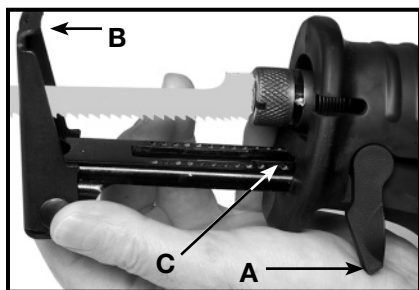
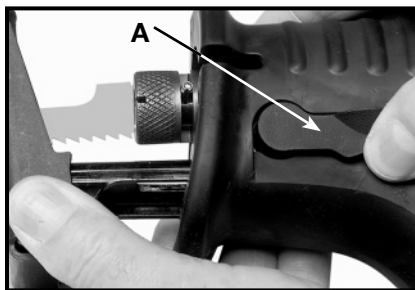

Fig. 12B
Fig. 12C
Quick-Change™ girando zapato de guía. Para ajustar, girar (A) Fig. 12B de palanca. liberar el girando zapato (B) de guía. Ajuste a la posición deseada y cierre palanca (A) Fig. 12C. El Cambio sin llaves de *Quick-Change™* girando zapato de guía se diseña con un labio (C) levantado en el fin que previene el zapato de la guía de cerrar en la posición si se extiende fuera también lejos. Después que ajustar, se cerciora la palanca que cierra es encerrada completamente el (A) Fig. 12C cerrado de la posición.